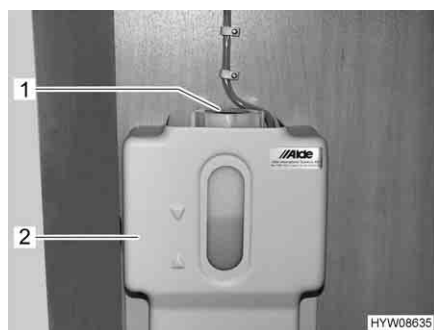
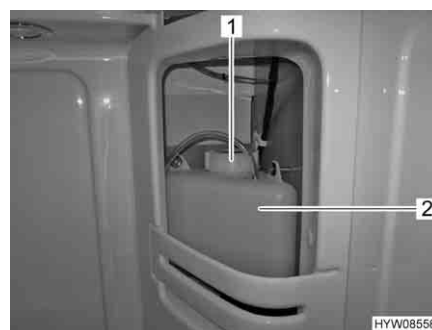

Fig. 153 Vaso d'espansione del riscaldamento ad acqua calda (armadio guardaroba)
Fig. 154 Vaso d'espansione del riscaldamento ad acqua calda (vano doccia)
- Controllare se il livello del liquido nel vaso d'espansione (Fig. 153,2 o Fig. 154,2) è tra le righe del "MIN" e del "MAX".
- Aprire il coperchio (Fig. 153,1) del vaso di espansione.